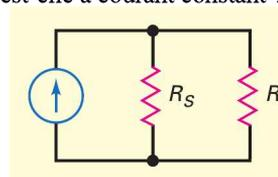

Figure 1.18
- 1.10 Sur la figure 1.18, la source de courant idéale est égale à 20 mA et la résistance interne à 200 k Ω . Si la résistance de charge est nulle, quel est le courant qui la traverse ?
- 1.11 Sur la figure 1.18, le courant idéal est 5 mA et la résistance interne est 250 Ω . Si la résistance de charge est 10 k Ω , quel est le courant de sortie ? La source est-elle à courant constant ?